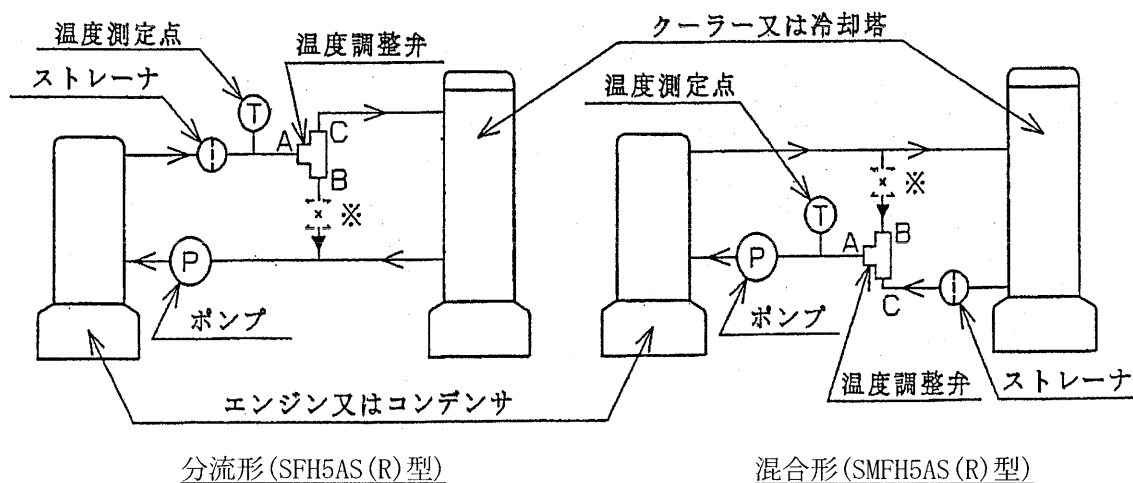

図3 標準的配管例
1. 温度調節弁の入口側には、ストレーナを取付けてください。(図3参照) 2. 設定温度よりも20℃以上高温の流体がエレメントの温度センサに触れないようにしてください。 3. エレメントを取り出す際、強い衝撃を与えないでください。また、エレメントの温度センサ部は注意して扱ってください。
初めは流路Aと流路Bが連通していますが、調節すべき液体の温度が上昇してエレメントの作動下限温度（図3参照）を超えると、センサ内のワックスが溶け始めて容積が増し、シリンダ状弁体を下方に押し流路Aと流路Cとを連絡させます。このとき、分流形の調整弁では、液体は流路Aから流路B及び流路Cに流れ、混合形の調整弁では液体は流路B及び流路Cから流路Aに流れます。
本体の三つの接続口の横に、それぞれ“A”、“B”及び“C”の鋳出しマークがありますから、表1と図3に従って間違いのないよう配管に接続してください。
冷却塔を使用している場合は、特に温度調整弁にスケールやごみその他の異物が入り作動不良になるおそれがありますから、図3のようにストレーナを取り付けてください。
調整弁内部各流路間の差圧のアンバランスをできるだけ少なくして調節を円滑にするため、バイパス管には図3 ※部のように手動弁を設けて圧力を調節してください。
エレメントのシリンダ状弁座の肩部に、作動温度範囲が刻印されています(図3参照)。もし、エレメントの良否の診断が必要なときは、下記のように行ってください。